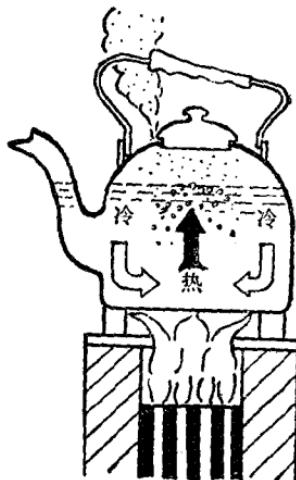
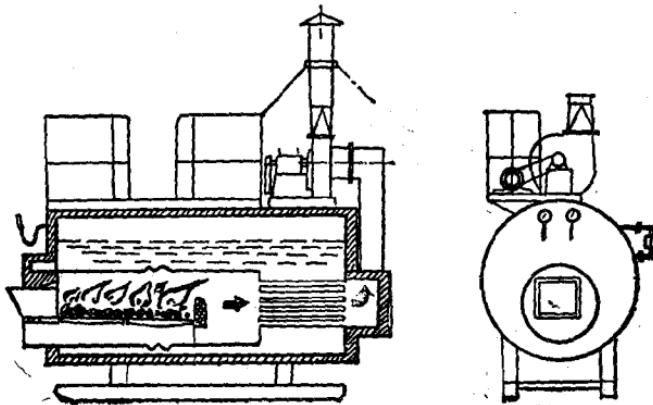

图 2
图 3
**1. 自然循环的锅炉** 锅内装水，利用炉子燃烧所发出的热量使水加热，这就是锅炉的基本原理。那么，锅内的水是如何被加热的呢？你可以做一个简单的试验：当煤球炉上水壶的水刚沸腾时，你立即把壶提起来摸一下壶底，会感到壶底的温度并不十分烫手。这是什么道理呢？原来水与其它液体一样具有热轻冷重的特性（注意：水在 $4^{\circ}\text{C}$ 时比重最大），当壶底被加热时，被加热的水上升，而温度较低的水下降，从而造成强烈的对流，最终使水被烧开。当壶面的水刚开始沸腾时，壶底的水温却仍然不太高，所以并不太烫手（见图2）。小型水管锅炉的加热过程基本上属于这种类型（见图3）。这种锅炉的特点是水的容积很大，需有很大的锅筒，但是受热面积却很有限，仅为火筒的表面积，因此吸热量受到限制，锅